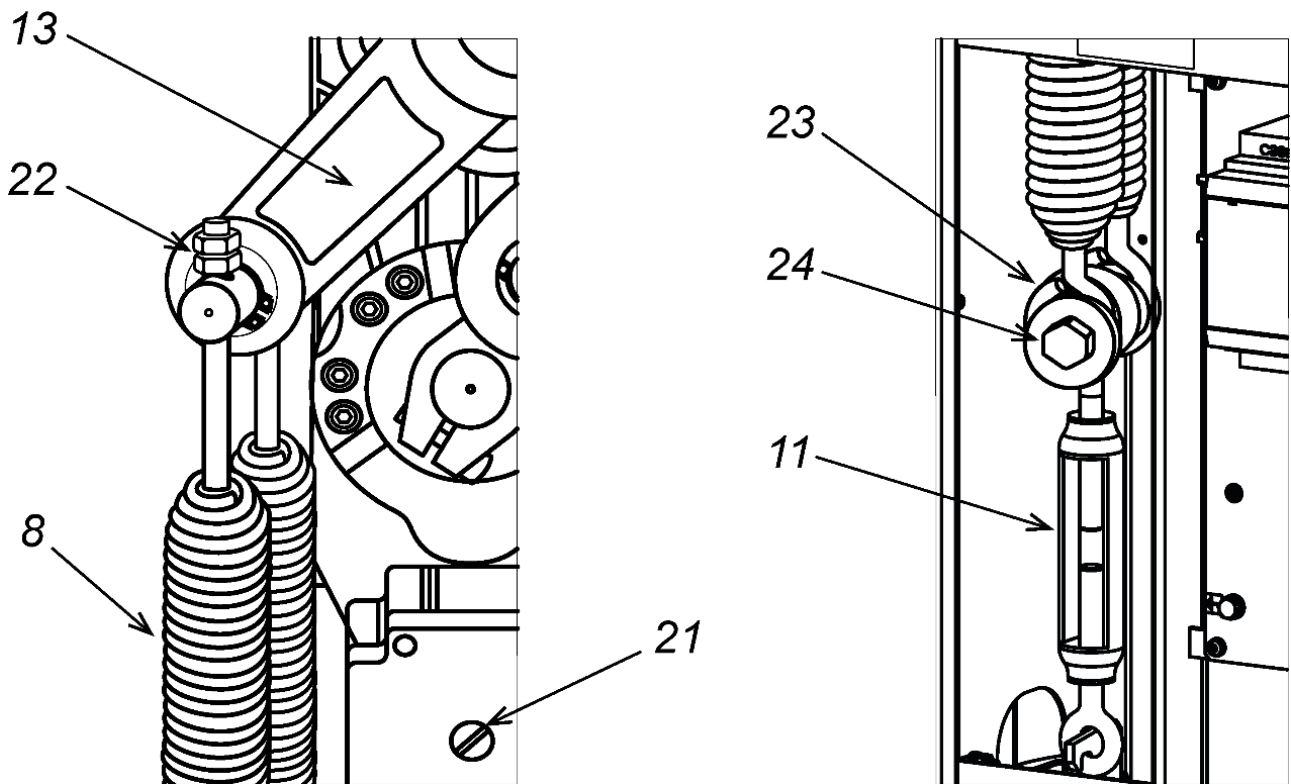

Рисунок 15. Установка балансировочных пружин
1. Снимите дверцу (2), открыв замок ключом.
2. На приводе стрелы переведите рычаг (13) в нижнее положение (см. рис. 15).
5. Также регулировать натяжение пружин можно при помощи гаек (22) на верхних шпильках пружин (см. рис. 15), при этом над гайками у обеих пружин должно быть примерно одинаковое количество витков резьбы, но не менее 3-5 витков.